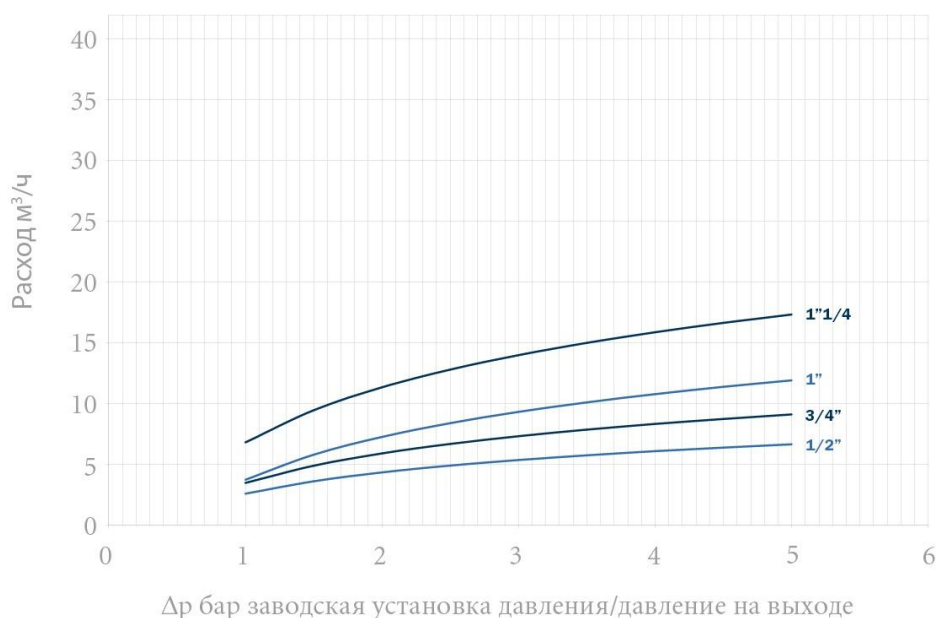

Рис. 1
- по графику на рис. 1 выбрать диаметр клапана редукционного SANEXT DPRV;